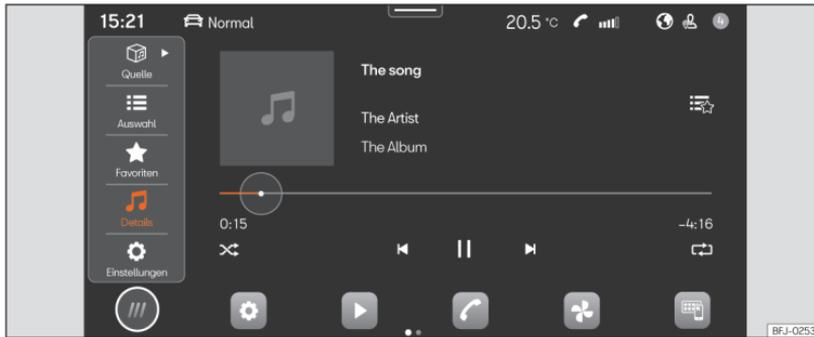

Abb. 189 Schematische Darstellung: Ansicht Medien.
- Drücken Sie **HOME > ► ►►** [Abb. 189].